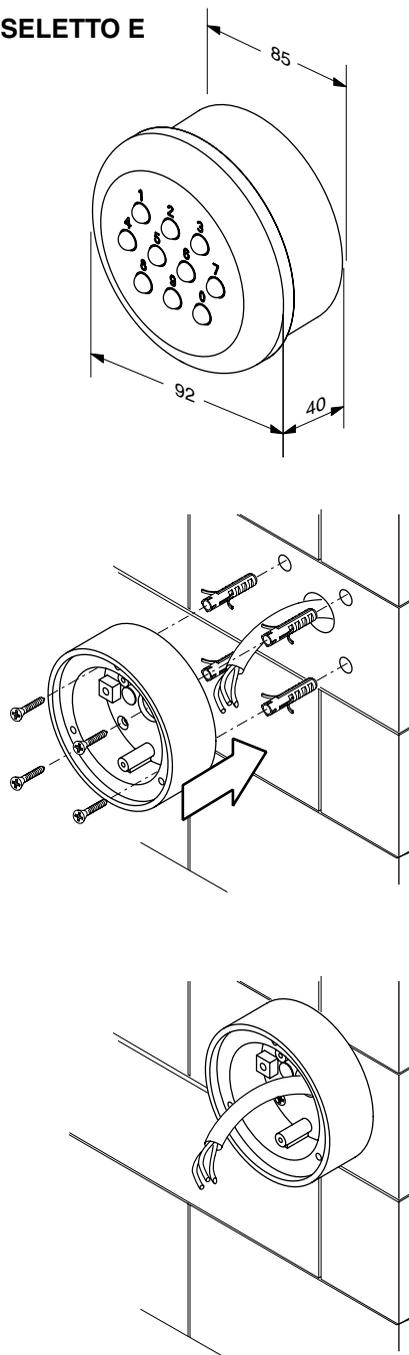

Fig. 2
- 4) Mit dem im Lieferumfang enthaltenen Imbusschlüssel **die die Madenschraube lösen, bis sie am Rand der Tastatur anstößt.** (Abb. 2 "E"). **Den Imbusschlüssel sorgfältig aufbewahren da es sich um einen Spezialschlüssel handelt.**